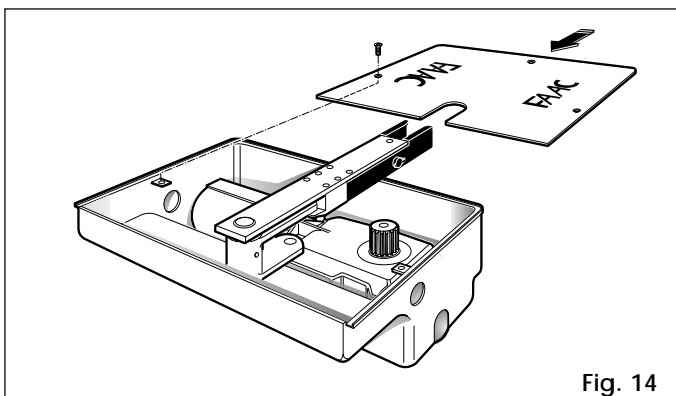

Fig. 14
- 6) Fixer le couvercle du caisson portant au moyen des vis fournies (fig. 14).